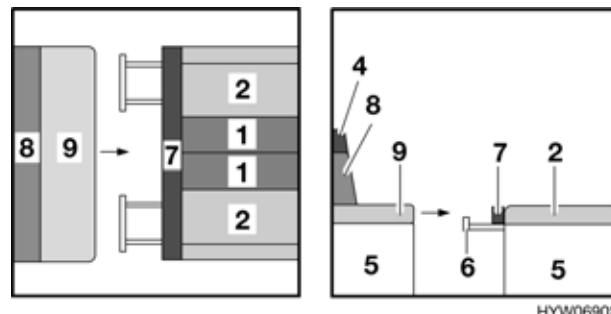

Fig. 80 Durante la trasformazione
- Estrarre la prolunga del cassone letto (Fig. 80,6) da entrambi i cassoni della dinette centrale fino all'arresto.
- Sollevare leggermente il divano (Fig. 80,9) ed estrarrelo fino all'arresto.
- Sfilare il cuscino aggiuntivo (Fig. 80,4) dal cuscino dello schienale (Fig. 80,8). Il cuscino aggiuntivo è fissato a quello dello schienale tramite un nastro in velcro e può essere staccato con facilità.